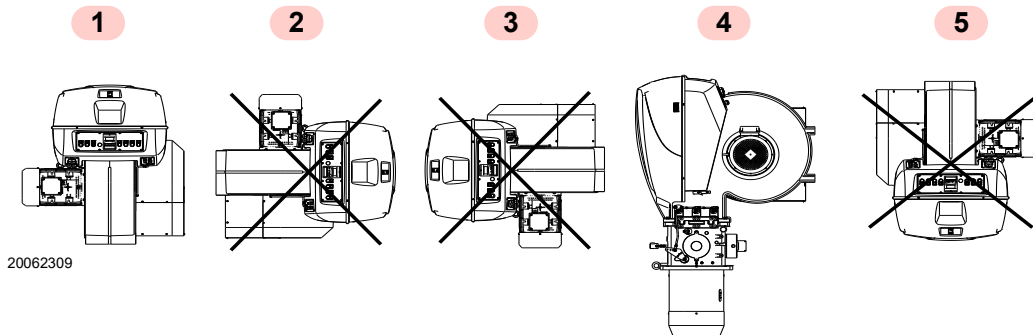

Abb. 9
- Der Brenner kann ausschließlich in den Stellungen **1, 2, 3** und **4** Abb. 9 betrieben werden.